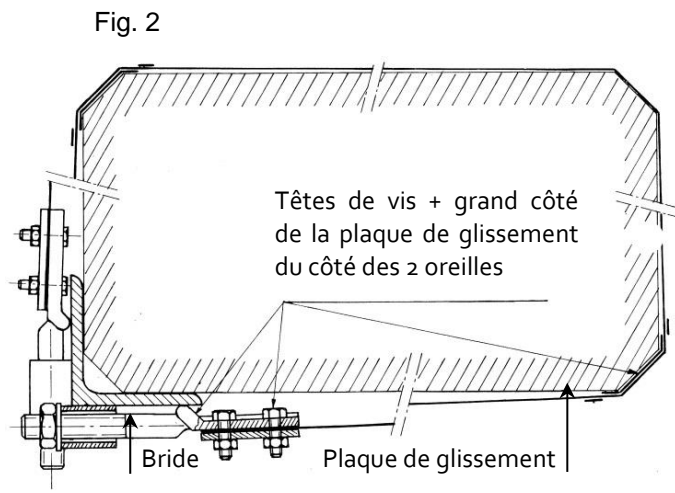

Fig. 2
- Fixer une bride à chaque extrémité en positionnant suivant (Fig. 2)